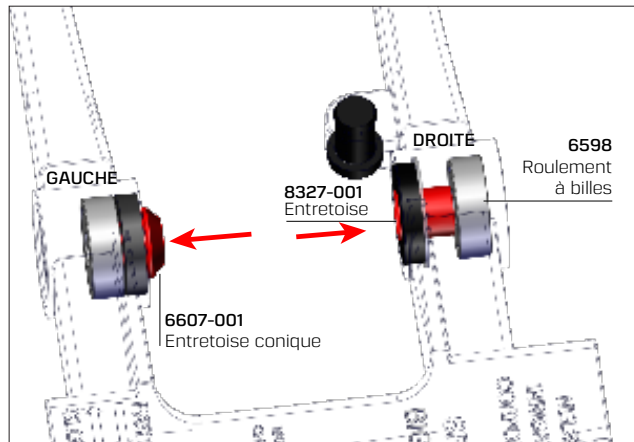

Fig. 16.
- A. Insérez la nouvelle entretoise n° **8327-001** dans le joint n° **6600** du moyeu de roulement du bras d'entraînement DROIT, de gauche à droite (voir Fig. 16). Poussez l'entretoise jusqu'à ce qu'elle affleure la lèvre du joint. En enfonceant l'entretoise, le roulement sera également poussé vers la droite.